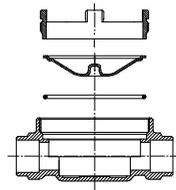

Abb. 1
- 1.5. Gewinding mit dem Montageschlüssel aus dem UPT schrauben (Abb. 1). Der Gewinding wird nicht wiederverwendet! Blindplatte und alten O-Ring entfernen und nötigenfalls das UPT von Schmutz reinigen, besonders natürlich an der Dichtfläche des O-Ringes.